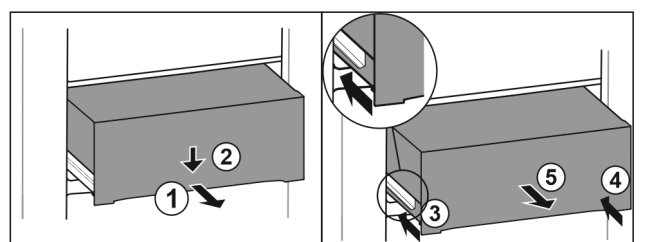

Fig. 139
- ▶ Изтеглете чекмеджето наполовина. Fig. 139 (1)
- ▶ Натиснете надолу чекмеджето от предната страна. Fig. 139 (2)
- ▶ Вкарайте лявата релса приблизително 2 cm навътре. Fig. 139 (3)
- ▶ Вкарайте дясната релса приблизително 2 cm навътре. Fig. 139 (4)
- ▶ Извадете чекмеджето напред. Fig. 139 (5)